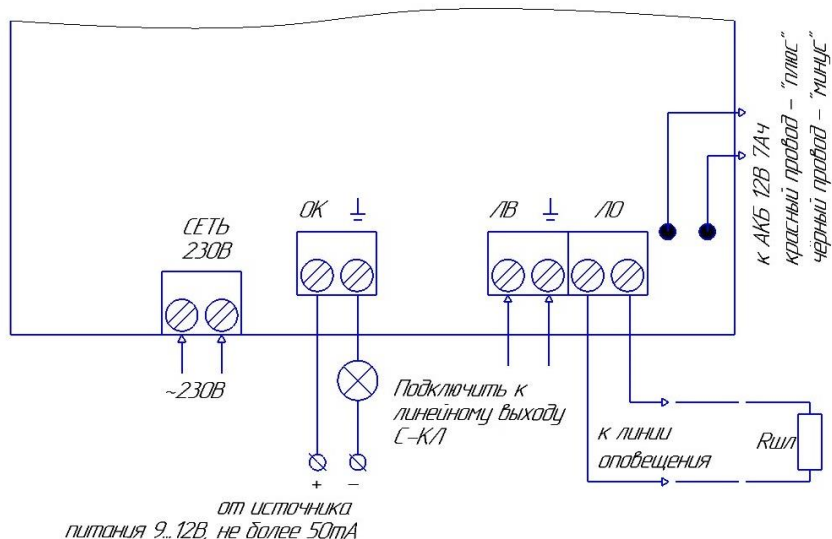

Рисунок 1. Схема внешних соединений прибора «С-КЛ-БР»
9.2. Прибор устанавливается на объекте в таком месте, где он защищен от воздействия атмосферных осадков, механических повреждений и доступа посторонних лиц. Электрические соединения прибора при установке производятся в соответствии со схемой подключения (рис. 1). Варианты схем подключения акустических оповещателей представлены в приложении №1 к паспорту.